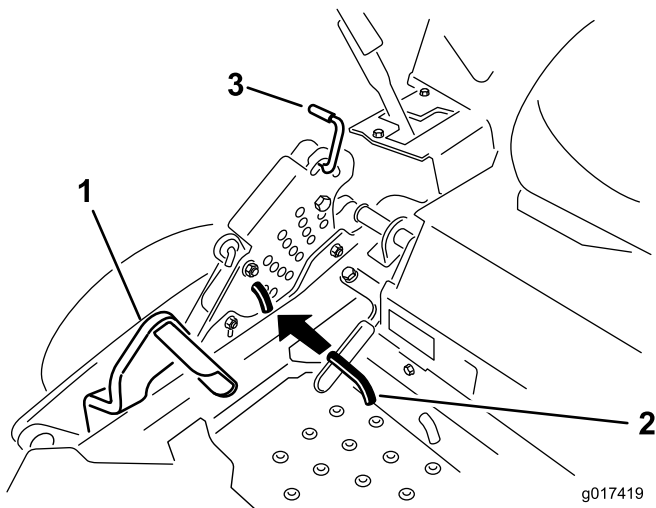

Figure 72
5. Enfoncez la pédale de relevage du tablier de coupe au maximum pour verrouiller le tablier à la position de transport de 14 cm (5-1/2 po) (Figure 72).